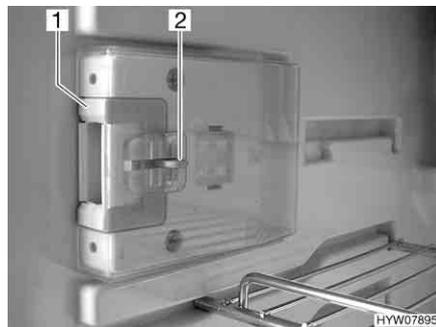
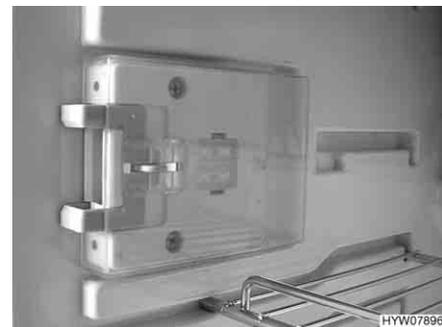

Bild 233 Verschlusseinrichtung in Normalstellung
Bild 234 Verschlusseinrichtung in Lüftungsstellung
- Die Entriegelung (Bild 233,2) eindrücken.
- Die Verschlusseinrichtung (Bild 233,1) nach vorn schieben (Bild 234).